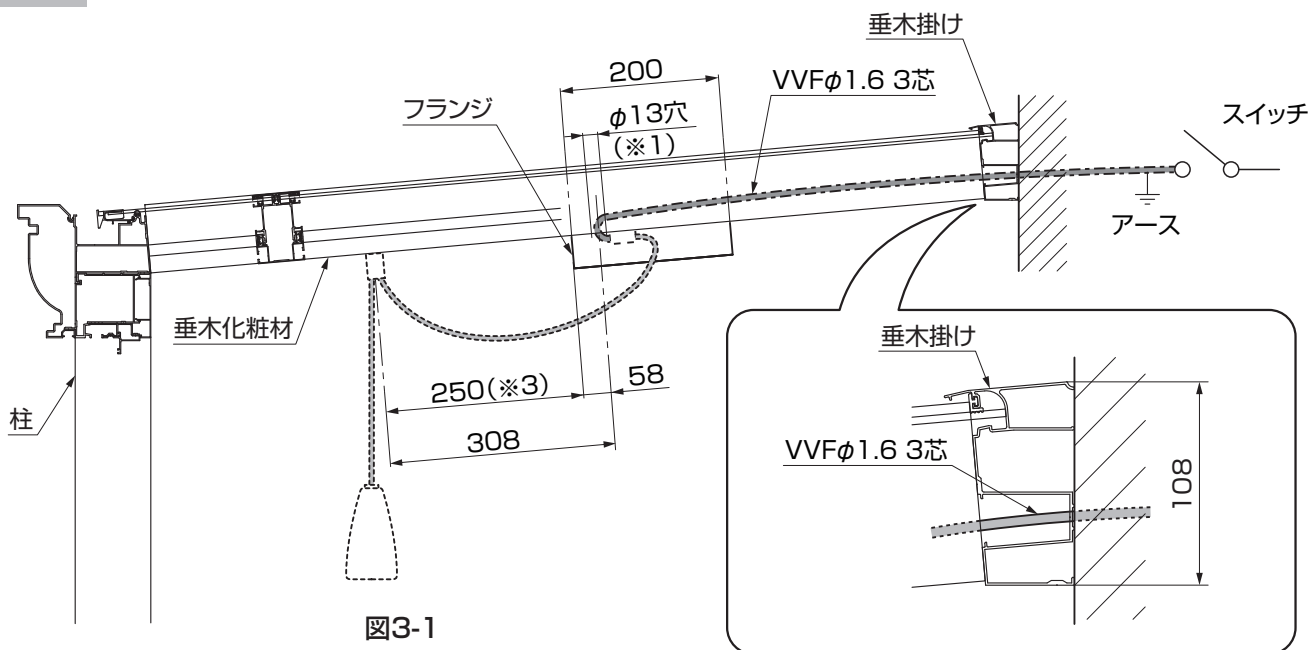
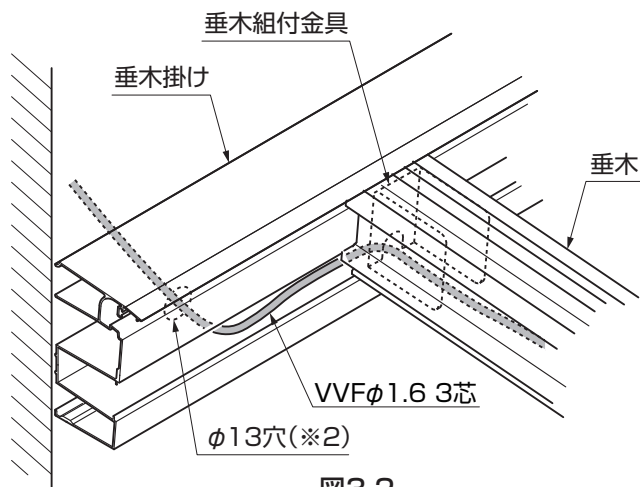

図3-1
図3-2
① 垂木掛けと垂木にφ13の穴加工(※1)(※2)をしてください。(図3-1、図3-2参照)